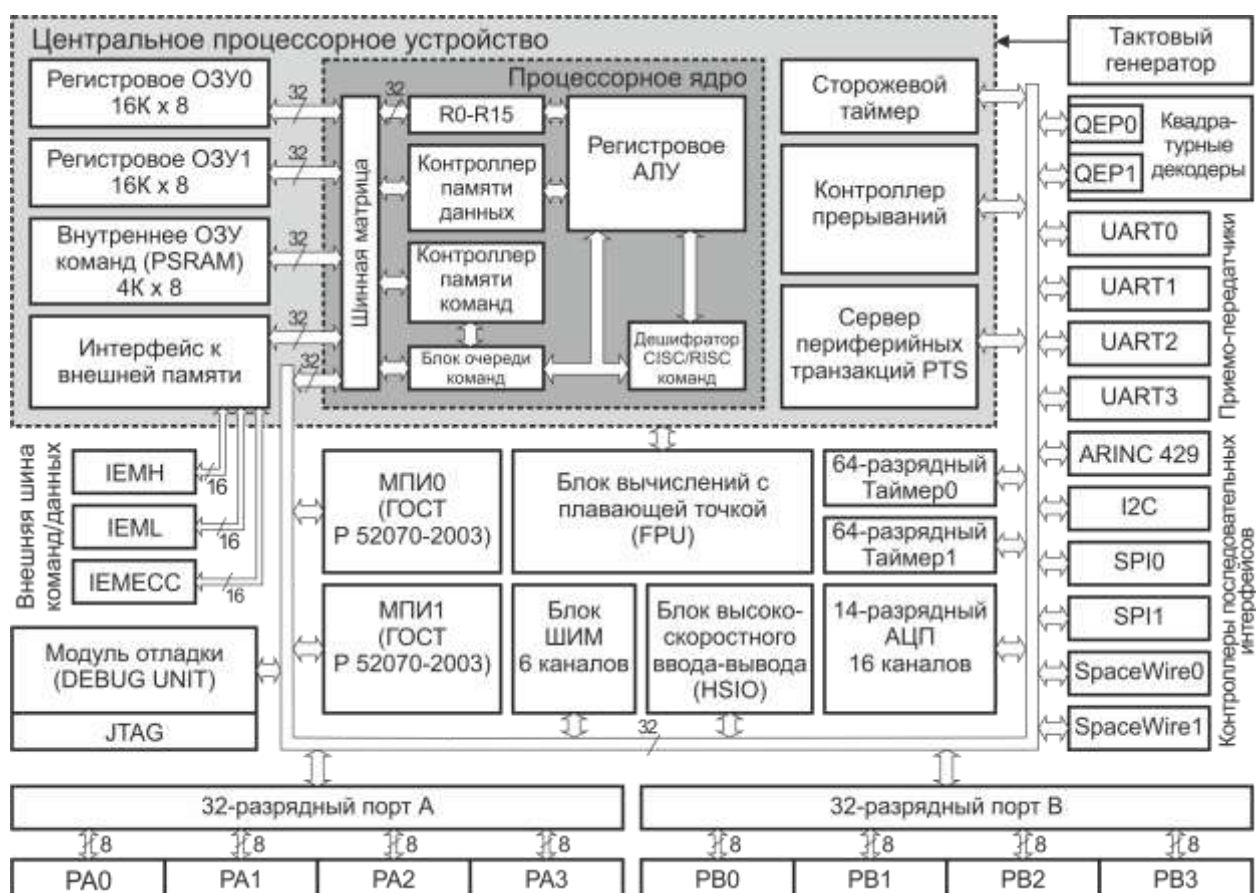

Рисунок 2.1 – Структурная схема микроконтроллеров
- В состав микроконтроллеров входят функциональные элементы (см. рисунок 2.1):